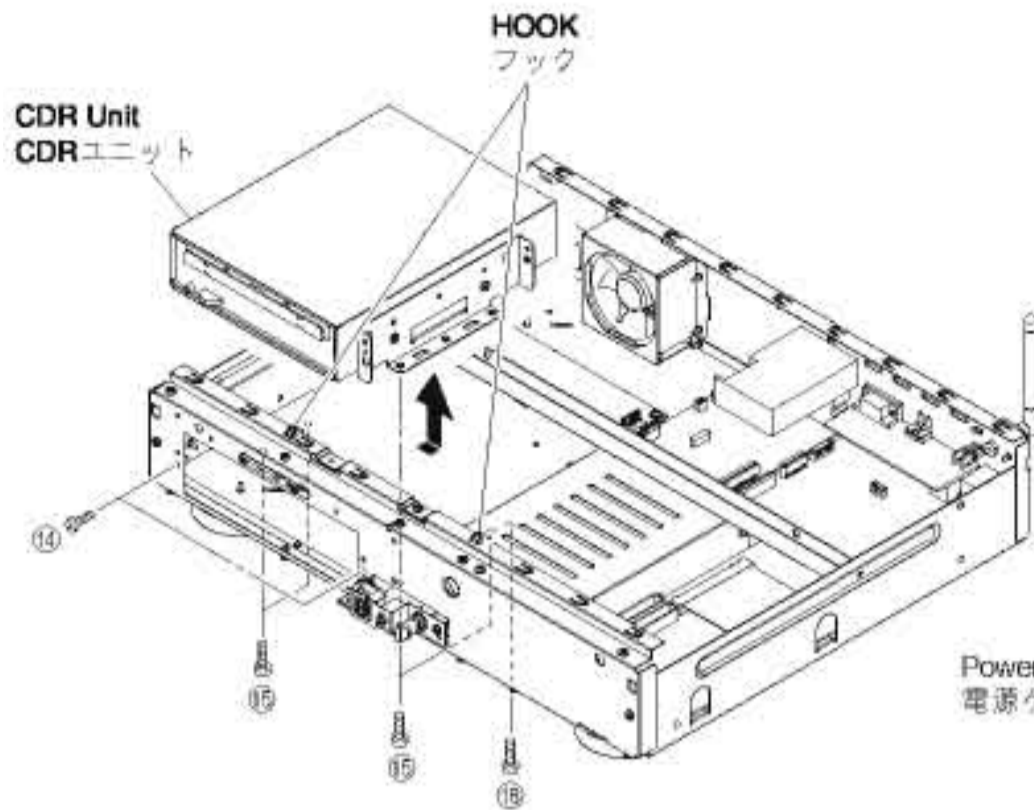

Fig. 7
- Remove 2 screws (14), 4 screws (15) and 1 screw (16). (Fig. 7)
- Remove the CDR unit rearward while lifting it up. (Fig. 7)
* The CDR unit is fixed with the hook in two places. (Fig. 7)
- 14のネジ2本、15のネジ4本、16のネジ1本を外します。(Fig. 7)
- 後方に持ち上げながらCDRユニットを取り外します。(Fig. 7)
* CDRユニットは2ヶ所のフックで固定されています。(Fig. 7)
- b. Install the CDR unit. (Fig. 7)
- c. Install 2 screws (14), 4 screws (15) and 1 screw (16). (Fig. 7)
- b. CDRユニットを取り付けます。(Fig. 7)
- c. 14のネジ2本、15のネジ4本、16のネジ1本。(Fig. 7)